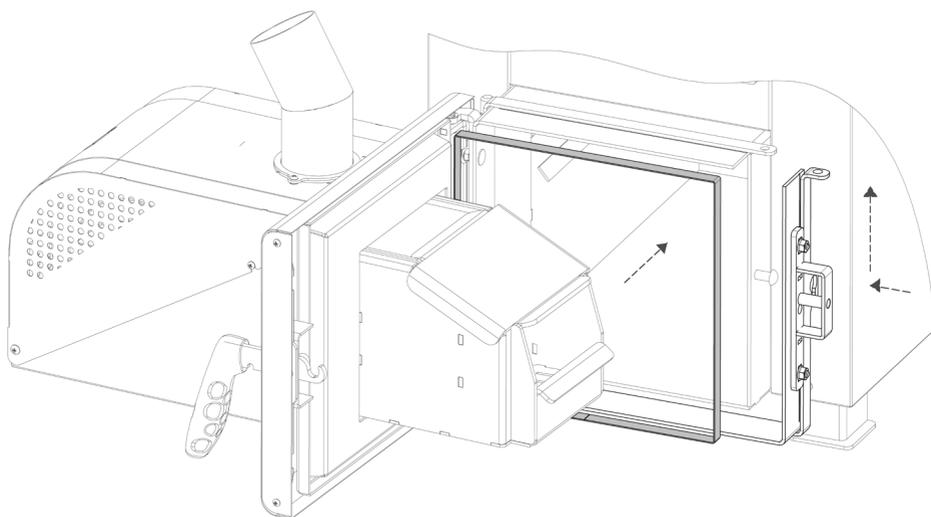

Рисунок 8
7. Установить переходник ручки на котел, предварительно проложив между переходником и обечайкой прокладку (рис. 8)